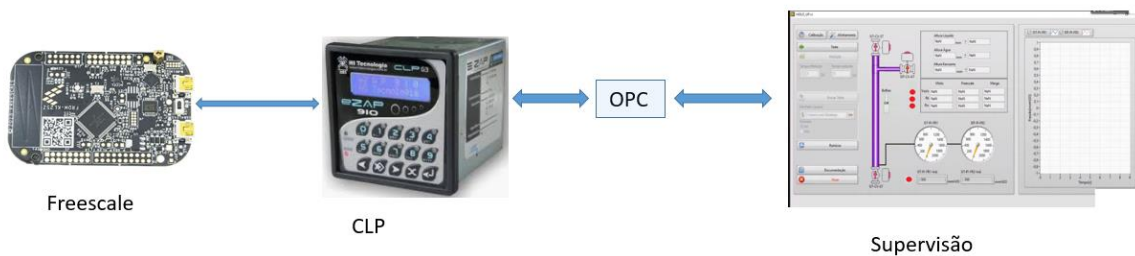

Figura 2 - Testes para comunicação Labview Freescale
- ✓ Fábio informou que o programa do CLP está sendo feito e precisa ser carregado. É necessário ter testes do item 1 terem tido resultado positivo.
- ✓ Os testes serão realizados conforme Figura 2.